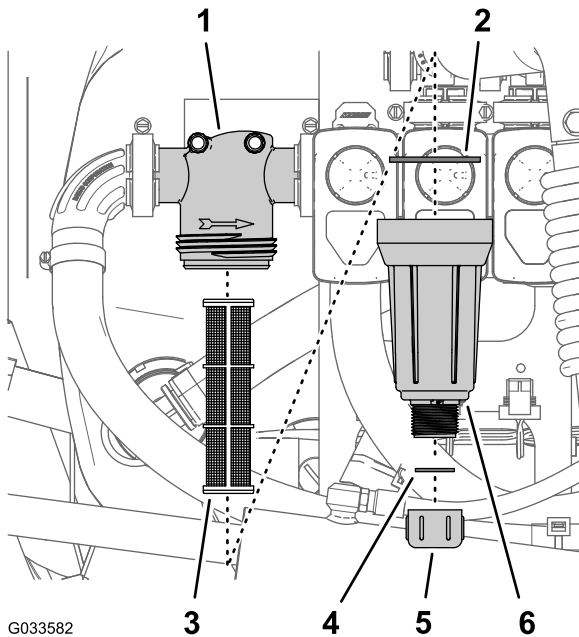

図 79
2. 圧力フィルタの下に受け容器をおく 図 79。
を左に回して外す 図 79。
4. ボウルを左に回してフィルタヘッドを外す 図 79。
5. 圧力フィルタエレメントを外す 図 79。
いか点検する 図 79。
ける 図 79。
図 79。
取り付けてキャップを手締めする 図 79。